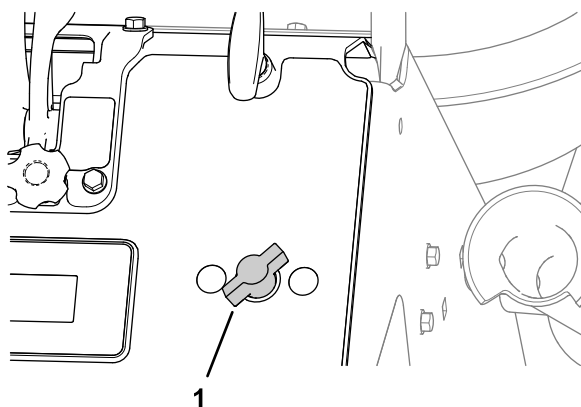

図 60
- スティック水压コントロールを左に回すと水压が上がる 図 60。
- スティック水压コントロールを右に回すと水压が下がる 図 60。
- スティック水压をゼロにするには、バルブが閉じるまでコントロールを右に回す 図 60。
6. 水压コントロールを右一杯に回して OFF 位置にする 図 60。